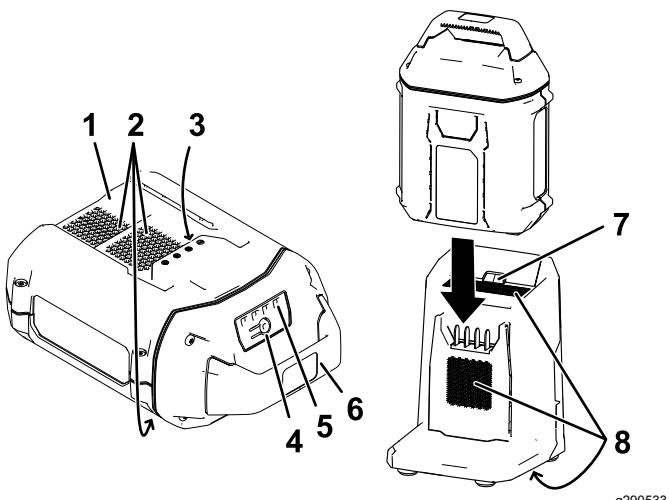

Figura 16
2. Alinee el hueco de la batería (**Figura 16**) con la lengüeta del cargador.
3. Introduzca la batería en el cargador hasta que esté completamente asentada (**Figura 16**).